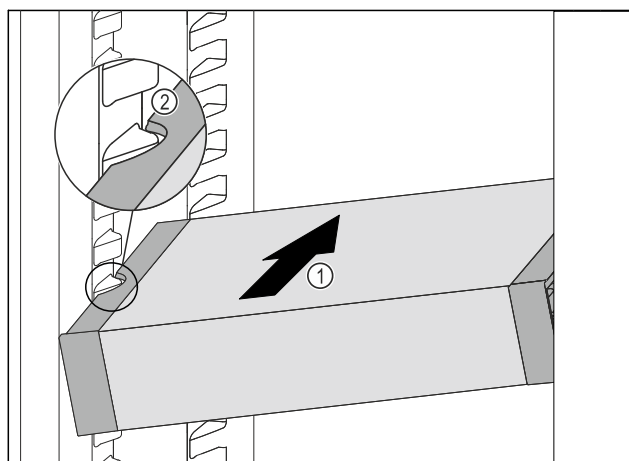

Fig. 89
- ▶ VarioSafe wsunąć ukośnie do chłodziarki Fig. 89 (1), aż boczne wycięcia Fig. 89 (2) VarioSafe będą się znajdować na wysokości żeber pojemnika w chłodziarce.